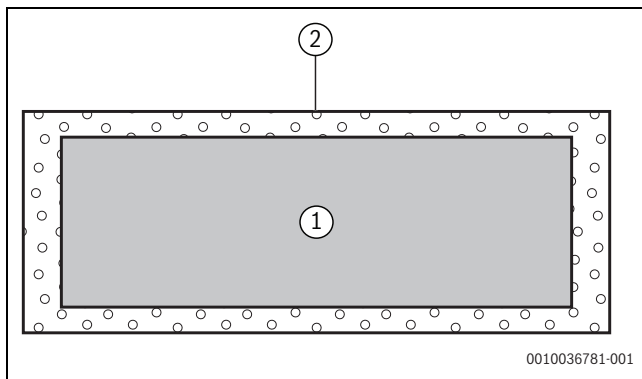

Fig. 6 Unité extérieure sur la console inférieure (vue du dessus)
1) Vérifier le (1) représenté sur la →Fig. 6